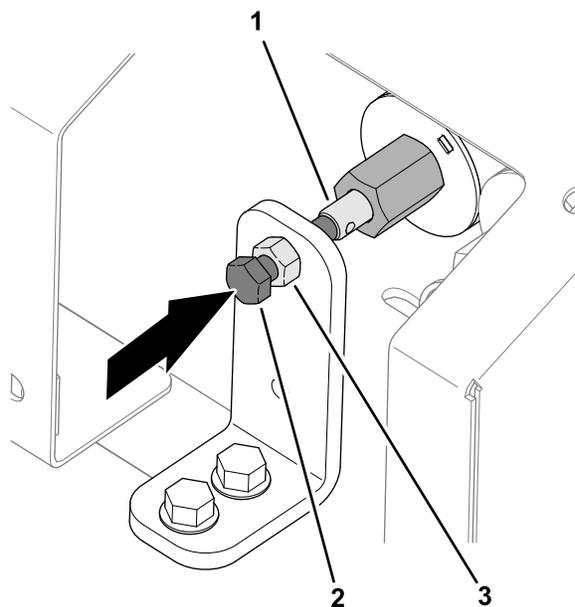

図 31
- 1. 手動優先ブラケットのジャムナットをゆるめる図 31。
- 2. 優先バルブの六角ヘッドねじを右に回すとフロア速度が増大する図 31。